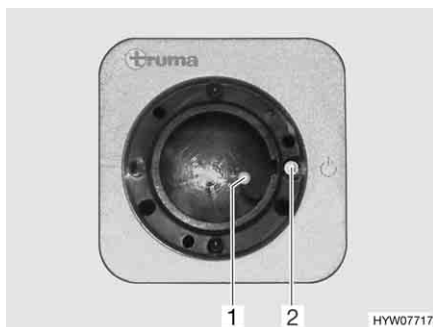
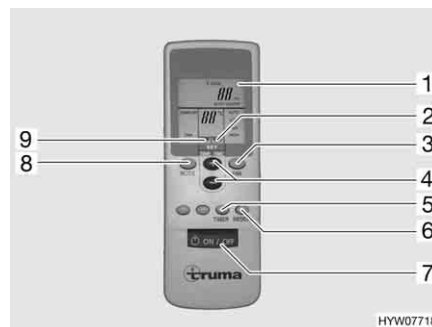

Fig. 173 Ricevitore
Fig. 174 Telecomando
- Accendere il telecomando con l'interruttore (Fig. 174,7). La spia verde di controllo (Fig. 173,1) indica la modalità di raffreddamento.
- Impostare la modalità di funzionamento desiderata con il tasto (Fig. 174,8).
- In caso di necessità, impostare con i tasti (Fig. 174,3 e 4) la potenza della ventola desiderata e la temperatura dell'ambiente. La freccia (Fig. 174,9) indica la modalità di regolazione selezionata.
- ▷ Sul ricevitore si trova un ulteriore interruttore a tasto (Fig. 173,2) con il quale è possibile spegnere e accendere l'impianto di climatizzazione anche senza il telecomando. Quando l'impianto di climatizzazione viene acceso mediante questo interruttore a tasto, viene selezionata automaticamente l'ultima modalità di funzionamento impostata con il telecomando.
- Per spegnere, premere nuovamente il tasto (Fig. 174,7) al telecomando.
- Per programmare l'impianto di climatizzazione, accendere con il tasto (Fig. 174,7) sul telecomando.
- Con i tasti (Fig. 174,8, 3 e 4), impostare la modalità di funzionamento e la temperatura dell'ambiente desiderate.
- Selezionare la funzione desiderata (Fig. 174,1) con il tasto (Fig. 174,5):
- Selezionare il tempo di commutazione desiderato (da 1 a 15 ore) con il tasto (Fig. 174,4). La freccia (Fig. 174,2) lampeggia e indica la modalità di regolazione.
- ▷ Con il tasto (Fig. 174,6) le impostazioni del telecomando vengono ripetutamente inviate al ricevitore.